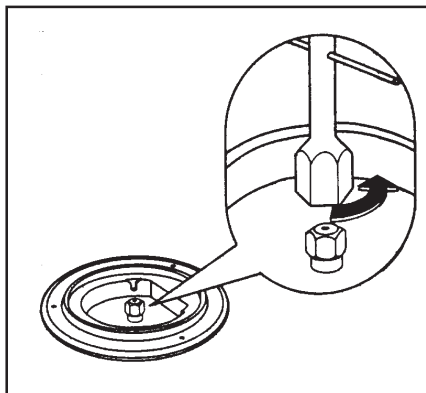

Рис. 5
- С помощью торцевого ключа 7 отвинтите инжекторы (рис. 5) и замените их соответствующими типу используемого газа (см. **табл. 2:Инжекторы**).